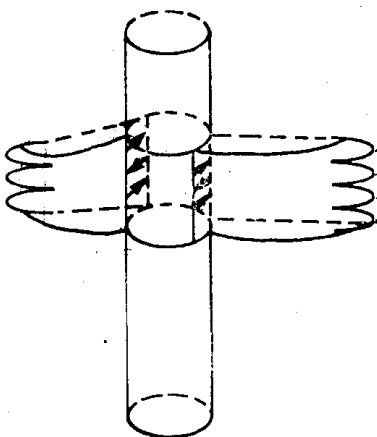

图 1-6 诱导垂直裂缝
2. 诱导的垂直裂缝(图 1-6): 洞穴性漏失很难解除, 但并不常见。洞穴大多出现在石灰岩中, 但是压出垂直裂缝造成井漏几乎在任何地层都可发生, 一般多发生在处理事故的时候。造成诱导裂缝的原因是不固定的、多种多样的, 如过高的泥浆比重, 井口回压或阻流器压力过高, 起下钻具过猛、过快、或井内循环通路堵塞造成憋压等。